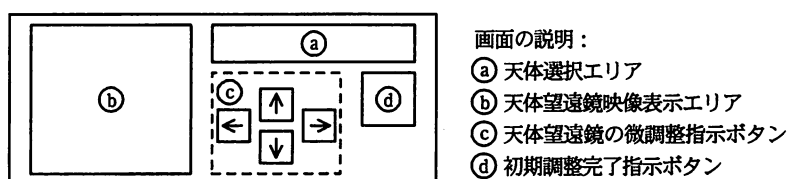

図3 観測中のPCの画面イメージ、及び画面の説明
観測中のPCの画面イメージ、及び画面の説明を、図3に示す。
観測システムには、初期調整モード及び観測モードの二つのモードがある。各モードの説明文中の①～④は図3のエリア又はボタンを示す。